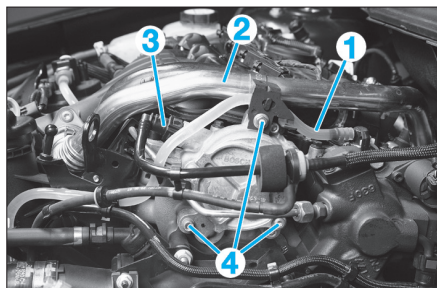

FIG. 15
- Détacher la canalisation (1) du filtre à carburant du support de fixation du tube de vanne EGR (Fig.15).
- Déposer le tuyau (2) de clapet EGR de la pompe à vide de freinage.
- Débrancher la canalisation (3) à dépression de la pompe.
- Déposer les vis (4) de la pompe et la déposer.